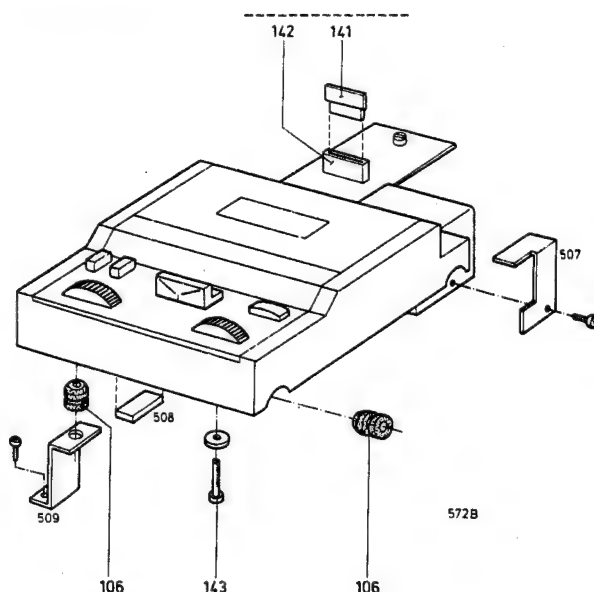

Fig. 1
- As from production week 128, a bracket (item 507, Fig. 1) has been fitted on the motor housing of the recorder in order to reduce the clearance to the cabinet.
- As from production week 129 supports have been added underneath the recorder on the left: at the front left a bracket (item 509, Fig. 1) with a grommet (item 106); at the rear left a foam plastic strip (item 508).
- A dater de la semaine de production 128 on a monté un étrier (507, fig. 1) sur le boîtier du moteur du magnétophone. On évite ainsi le jeu du boîtier.
- A partir de la semaine de production 129 on a ajouté des points supports à la gauche, sous le magnétophone. A l'avant gauche on a monté un étrier (509, fig. 1) avec un passe-fil (106), à l'arrière gauche, une barrette de caoutchouc mousse (508).
- A partir de la semana de producción 128 se ha añadido una abrazadera (pos. 507, fig. 1) sobre el casco de motor de la grabadora con el fin de reducir el juego de la caja.
- A partir de la semana de producción 129 se ha añadido puntos de apoyo debajo el lado izquierdo de la grabadora: en el lado anterior izquierdo una brida (pos. 509, fig. 1) con un tul (pos. 106). En el lado posterior izquierdo una tira de plástico espumoso (pos. 508).
- Vanaf prod. week 128 is er een beugel (pos. 507, fig. 1) op het motorhuis van de recorder geplaatst om de speling van de kast te verminderen.
- Vanaf prod. week 129 zijn er steunpunten links onder de recorder toegevoegd: linksvoor een beugel (pos. 509, fig. 1) met een tule (pos. 106) linksachter een schuimplastic strip (pos. 508).
- Ab Produktionswoche 128 wird das Motorgehäuse des Recorders mit einem Bügel (pos. 507, Abb. 1) bestückt um das Spiel vom Gehäuse zu vermindern.
- Ab Produktionswoche 129 werden links unter dem Recorder Stützpunkte angebracht, und zwar links vorne ein Bügel (Pos. 509, Abb. 1) und links hinten ein Kunststoffstreifen (Pos. 508).